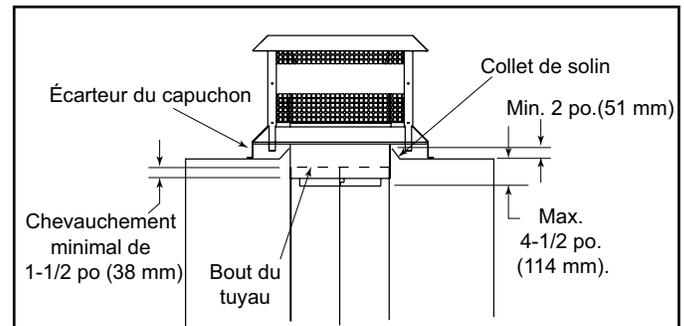

Figure 6.7 Installation du capuchon carré ST375
- Dans les installations qui utilisent le capuchon carré ST375, la dernière section de la cheminée doit se trouver à moins de 4 1/2 po. (114 mm) au-dessous du dessus de l'enchâssure. Voyez Figure 6.7.